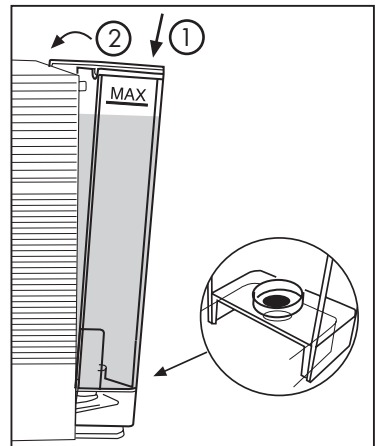

Abb. 3
- Den Behälter schräg auf das Wasserventil stellen und wieder einsetzen. Das Oberteil des Geräts drücken bis es einrastet. **(Abb. 3)**